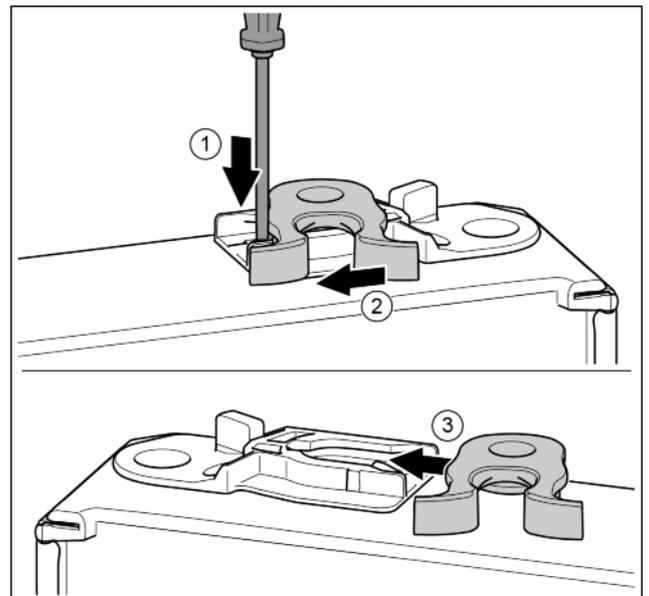

*Fig. 16*
- ▶ Abdeckung abnehmen und auf der anderen Seite anbringen. *Fig. 16 (1)*
- ▶ Lagerbock auf der anderen Seite ansetzen und mit Hilfe eines Schraubendrehers T25 anschrauben. Mit Schraube 2 unten in der Mitte beginnen. *Fig. 16 (2)*
- ▶ Schraube 3 und 4 festschrauben. *Fig. 16 (3, 4)*
- ▶ Lagerbolzen komplett einsetzen. Dabei darauf achten, dass der Rastnocken nach hinten zeigt. *Fig. 16 (5)*